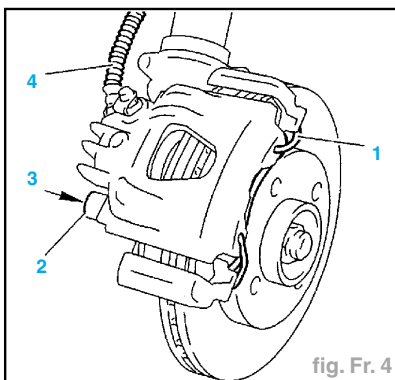
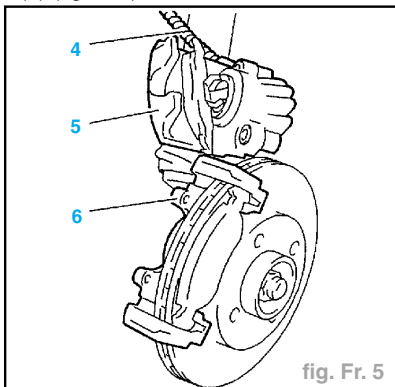

fig. Fr. 4
fig. Fr. 5
- Déposer (fig. Fr. 4) :
- l'agrafe (1),
- les 2 capuchons (2),
- les 2 vis colonnettes (3).
- Dégager l'étrier de frein (5) du support (6) (fig Fr. 5).
- Si nécessaire reposer la canalisation flexible (4) (fig. Fr. 5).
- la plaquette intérieure sur l'étrier (5),
- la plaquette extérieure sur le support (6).
- Reposer (fig. Fr. 4) :
- les 2 vis colonnettes (3) enduite avec du produit E3 et serrer à 2,7 daN.m,